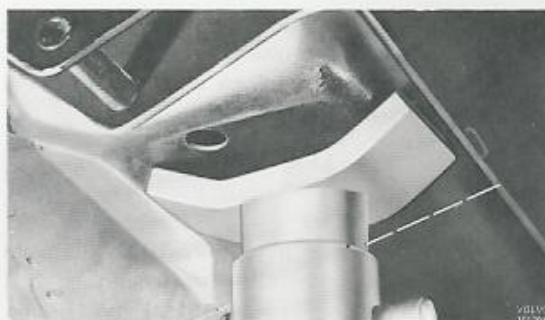

Bild 33. Placering av uppallningsbock, 140, 164
1. Lägga klotsar för framhjulen. Lossa bakhjulsmuttrarna. Placera fixtur SVO 2714 på en garagedomkraft och lyft upp bakvagnen med denna. Jämför med bild 61. Ställ bockar framför bakre domkraftsfästena (se bild 33) och sänk domkraften något. Observera att bockarna ej får placeras längre fram än den streckade linjen på bilden anger. Ta bort bakhjulen.